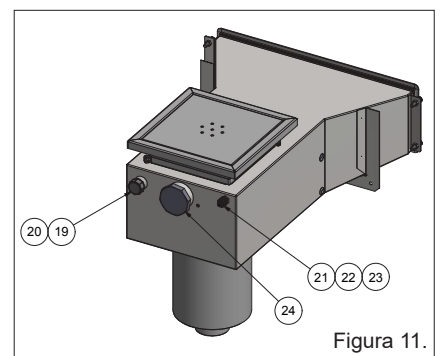

Figura 11.
4. Antes del moldeado; enmascare las bridas expuestas del desagüe de desbordamiento y las aberturas para evitar manchas feas por salpicaduras de hormigón. Las aberturas en el borde trasero del desagüe de desbordamiento para el monitor de nivel, las extensiones y el relleno se pueden tapar con los tapones incluidos, consulte la figura 11.